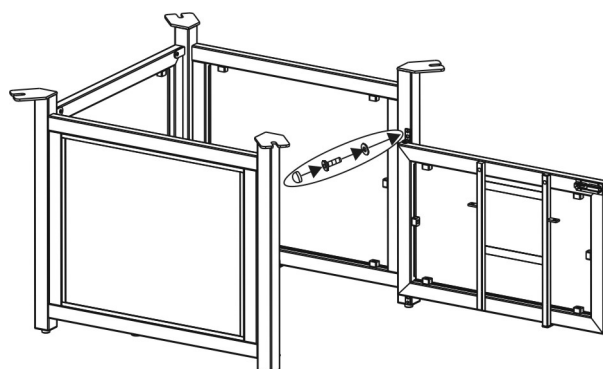

Figure 5
5. Placez la porte sur le connecteur inférieur en guidant la broche du connecteur dans le trou situé sous la porte. Guidez la goupille du connecteur supérieur dans le trou de la partie supérieure de la porte. Utilisez un boulon 1/4 "x15 mm et une rondelle pour fixer le connecteur supérieur au panneau latéral droit, comme illustré à la figure 5. **Ne pas trop serrer.**